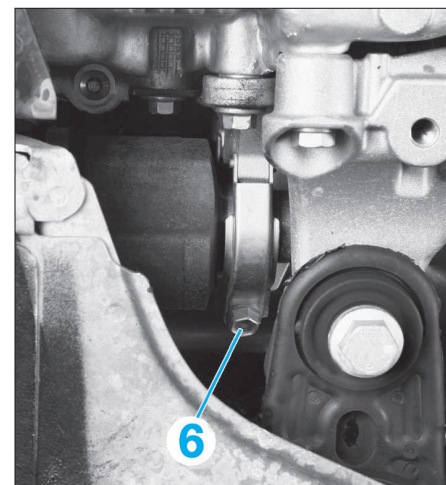

FIG. 3
- déposer la vis de fixation (6) puis basculer la bride du palier relais vers le bas (Fig.3) (boîte TL4).